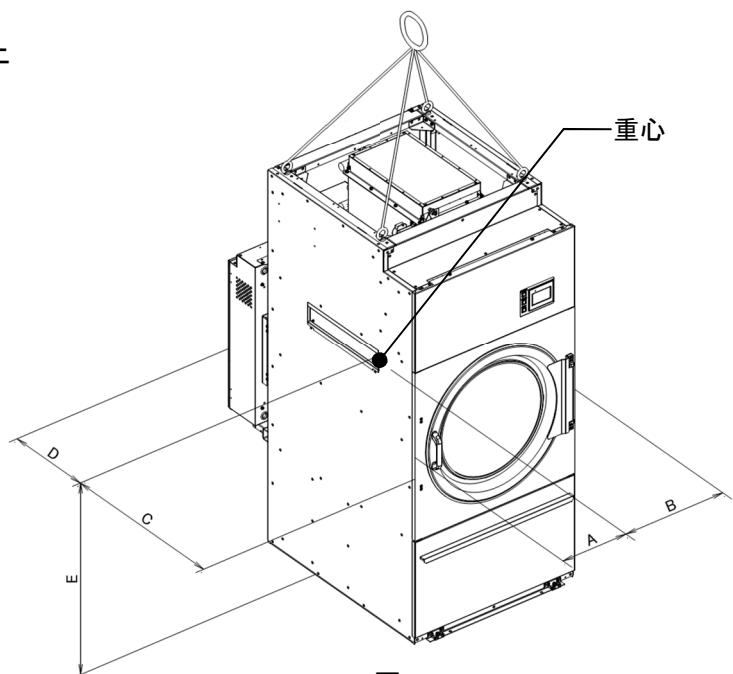

図 3-1
2) クレーン等で機械を吊り上げるときは、本体上部（図 3-1）の 4ヶ所に必ずフックを掛けて吊り上げます。
3) 重量と重心（図 3-1）